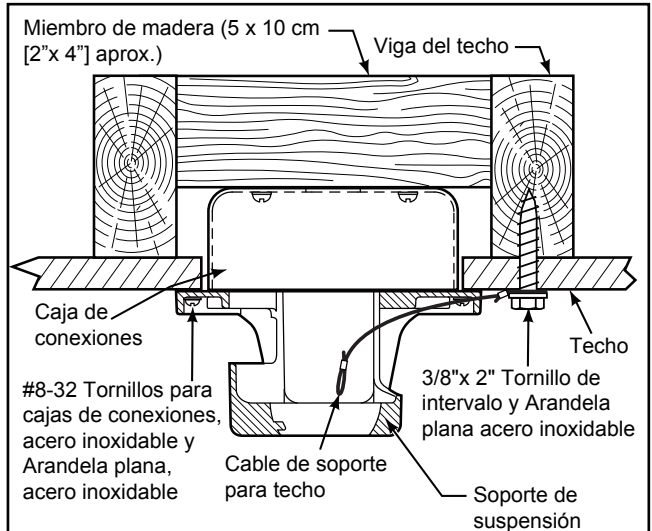

Figura 3
### Uso del soporte (Figura 3)
3. Afloje los dos tornillos de fijación del soporte del barral de soporte para techo a través de la varilla. Introduzca los cables de color negro, blanco y cable de seguridad a través de la varilla. (Figura 3)
1. Fije adecuadamente el soporte colgante a la caja de empalme del techo que sea aceptable para el soporte del techo. Usando los tornillos de la caja de salida #8-32 y las arandelas planas suministrado con el ventilador. (Figura 3)
2. Perfore un orificio de 1/4" en la estructura del edificio para evitar grietas con la instalación del tornillo de intervalo. Utilice el tornillo de intervalo de 3/8"x 2" y la arandela plana para fijar el cable de seguridad a la viga del techo o a la estructura de madera. Dicho tornillo pasará a través de arandela plana, la presilla del cable de seguridad y se fijará en la estructura del edificio. (Figura 3)
**NOTA:** El cable de soporte para techo no se puede asegurar solamente a la caja de conexiones; se debe asegurar directamente a la viga de techo o miembro estructural con el tornillo de cabeza cuadrada de 3/8"x2" y la arandela plana. (Figura 3)